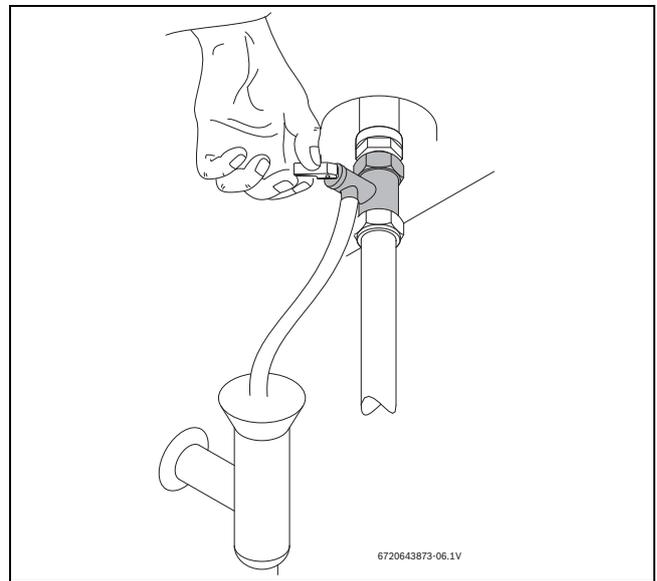

Fig. 9 Accionamento manual da válvula de segurança
- ▶ Abrir a válvula de segurança (→Fig. 9).
- ▶ Abrir manualmente a válvula de segurança pelo menos uma vez por mês (→Fig. 9).